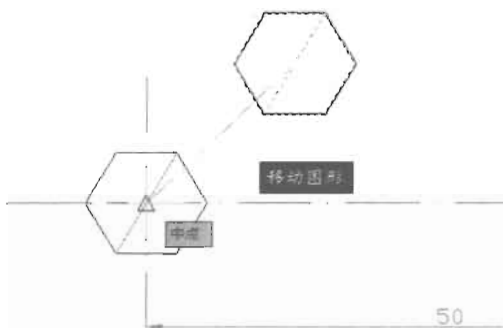

图 6-56
(3) 选中六边形, 单击“修改”工具栏上的“移动”按钮, 捕捉六边形对角线的中点为基点, 将其移动到第一条辅助线的交点, 如图 6-56 所示。